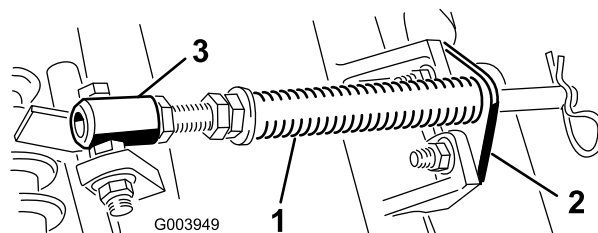

Figura 4
- A. Togliete i due bulloni a testa tonda e i dadi che fissano la staffa dell'asta alle alette degli elementi di taglio (Figura 4).
- B. Togliete il dado flangiato che fissa il bullone del tubo della molla all'aletta del telaio portante (Figura 4) e staccate il gruppo.
Nota: Posizionate la testa del bullone sul lato esterno dell'aletta, come illustrato nella Figura 4.